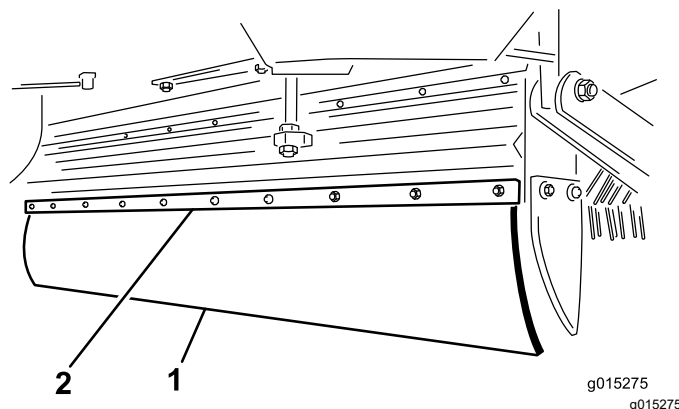

Figura 25
2. Quite los 10 pernos, las arandelas y las tuercas en la aleta de montaje y el retenedor de la aleta (Figura 25).